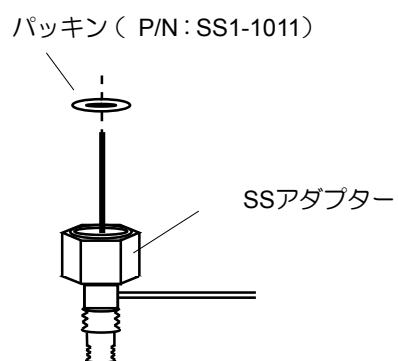
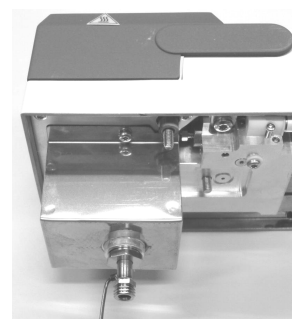

Fig. 3.17 SS アダプターへのパッキンの装着
Fig. 3.18 GC 注入口部への SS アダプター装着
- ③ SS アダプターの先端に指定されているパッキンを装着し（Fig. 3.17 参照）、注入口下部から SS アダプターの先端を挿し入れます。そして、SS アダプターのナットを締め、注入口に固定します（Fig. 3.18 参照）。
以上で据付けは終了です。Fig. 3.18 のフローコントローラー背面の据付け完了図を見て、ガス配管、ケーブルが正しく接続されていることを確認してください。